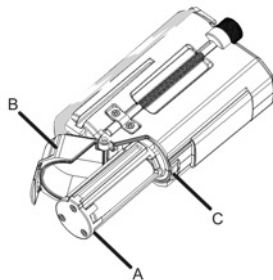

Рис. 2
2. Откройте крышку батарейного отсека B и установите в консоль A источники питания соблюдая полярность (см. рис. 2).